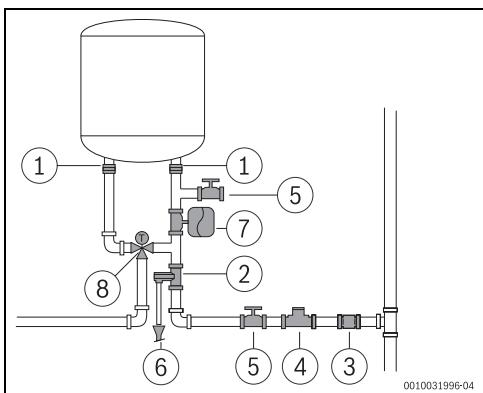

Fig. 15
- Recomendável instalar uma válvula termostática (Fig. 15, [8]) no tubo de saída do aparelho se forem utilizados tubos PEX. Deverá ser ajustado de acordo com o desempenho do material utilizado.
- Nunca instalar nenhum acessório (para além dos representados na Fig. 15) entre a válvula de segurança e a entrada de água fria (lado direito) do aparelho.
- instalar uma válvula redutora (Fig. 15, [4]). A válvula de segurança vai atuar sempre que a pressāo da água no aparelho for superior a 8 bar (± 1 bar), pelo que é necessário prever uma forma de canalizar o escoamento dessa água.
- instalar um vaso de expansão (Fig. 15, [7]) para evitar que a abertura da válvula de segurança seja tão frequente. O volume do vaso de expansão deve ser o equivalente a 5% do volume do aparelho.